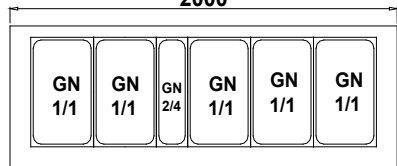

Abb.2 Anordnung der GN-Behälter
- Die GN-Behälter, die mit den Speisen nicht beschafft sind, in dem Innraum unterbringen nach Abb.2 (S.14)